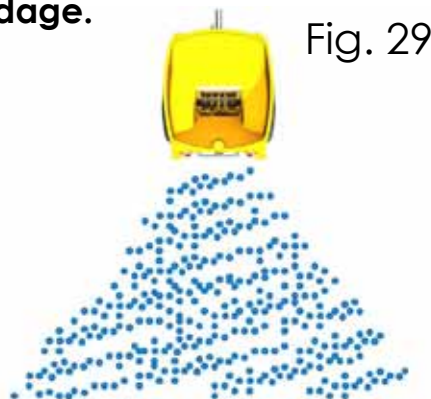

Fig 29. Montre un répandage typique, uniformément réparti
2. La machine répand, mais elle répand plus de matériau d'un côté et laisse une 'ligne' de grain sur un côté du schéma de répandage (voir Fig. 29). Note: Cela peut se produire dans le mode de diffusion ou de dépôt de répandage.